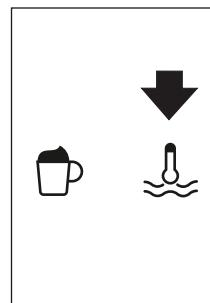

Fig. 27
- ▶ Appuyez sur l'icône (B13) (Fig. 27).